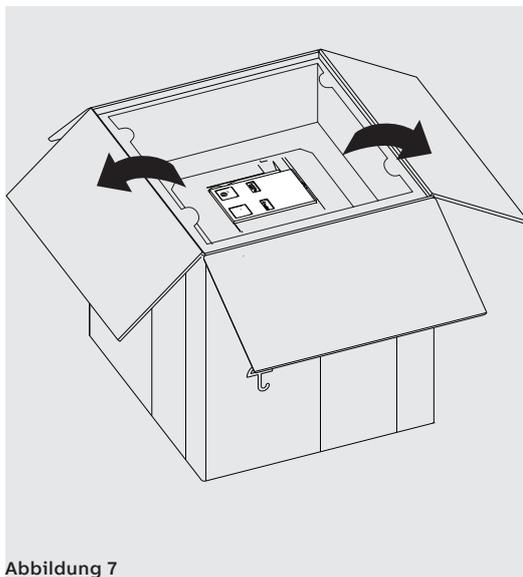
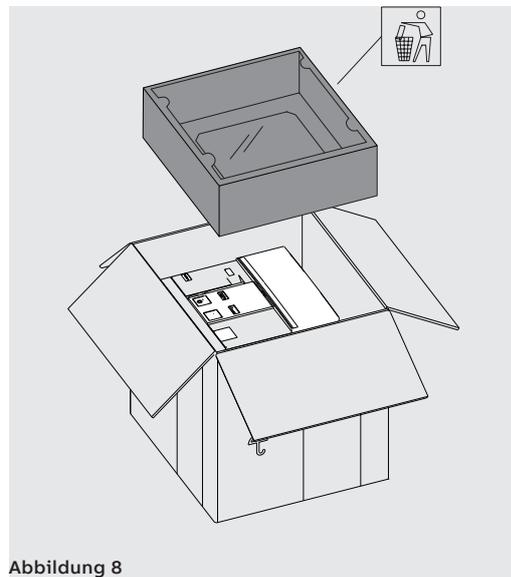

Abbildung 7
Abbildung 8
2. Den oberen Teil der Packung öffnen und die obere Schutzabdeckung herausnehmen. Siehe Abbildung 7 und Abbildung 8.